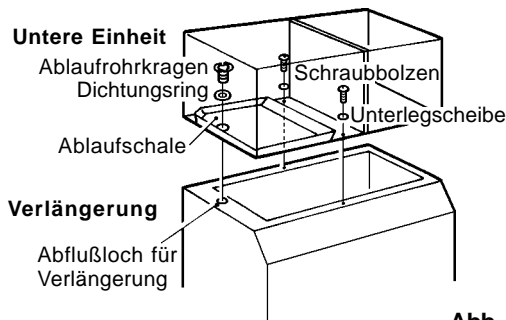

Abb. 6
- 5) Untere Einheit (Typ X) auf den Vorratsbehälter setzen. Siehe Abb. 6.
- 6) Untere Einheit mit den zwei Schrauben und zwei Plastikunterlegscheiben befestigen. Siehe Abb. 6.
Abflußloch mit dem Loch der Ablaufschale übereinander bringen. Dichtungsring (Zubehör für Vorratsbehälter) einlegen und Ablaufrohrkragen (Zubehör für Vorratsbehälter) fest (bis zum empfohlenen Drehmoment von 39.2 Nm) eindrehen. Siehe Abb. 6.